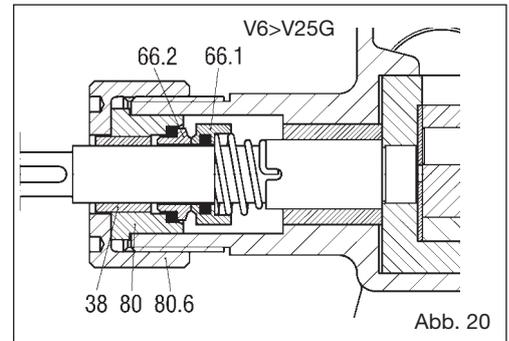
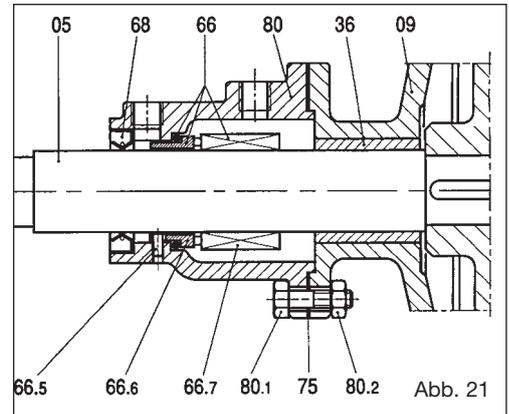
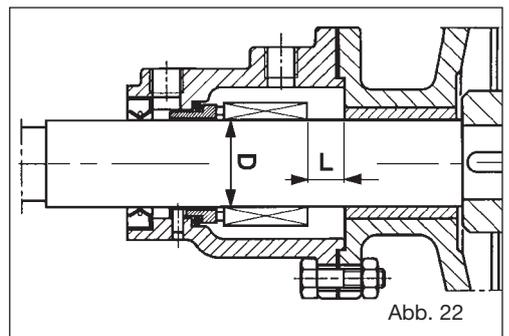

Abb. 20
Abb. 21
Abb. 22
- Die Feder (41) in den Sitz einsetzen und in Welle mit einer Presse in den Rotor zwingen. Die Feder (42) nicht montieren.
- Die Welle (05) mit der Baugruppe Flansch-Halterung (09), der Packungshalterung oder der Dichtungshalterung (80) und der Halterung zusammenbauen. Dieser Arbeitsschritt ist einfach, wenn die Pumpe vertikal mit aufliegendem Rotor positioniert wird.
12.4 Einbau der mechanischen Dichtung ST5, ST6 Pumpen aus Guss von V6 bis V25 (Abb. 20)
- Die Dichtungshalterung (80) mit dem montierten stationären Teil (66.2) einsetzen.
12.5 Montage einfache mechanische Dichtung ST4, ST5, ST6 (Abb. 21)
- Die Baugruppe Flansch-Halterung (09) einsetzen.
Anm.: die Tabelle gibt den Durchmesser D der Welle und den Abstand L zwischen der Dichtung (66) und der Baugruppe Flansch-Halterung (09) an, wenn diese nicht blockiert ist, sondern auf der Rückseite des Rotors aufliegt (Abb. 22).
- Den festen Teil (66.6) sorgfältig in der Dichtungshalterung (80) montieren.
- Die Dichtungslippe (68) in der Dichtungshalterung (80) montieren.